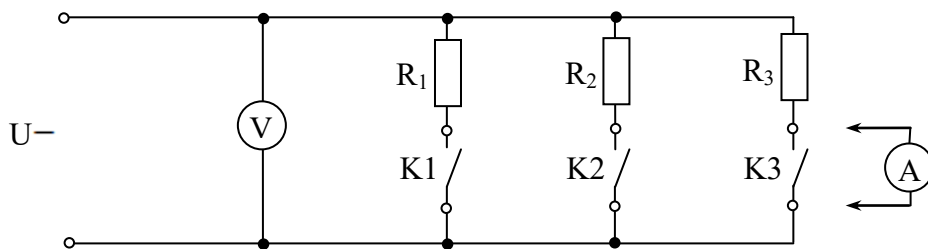

Рис.3. Схема для исследования цепи с параллельным соединением резисторов
1. Собрать электрическую схему (рис.3) и представить на проверку преподавателю.